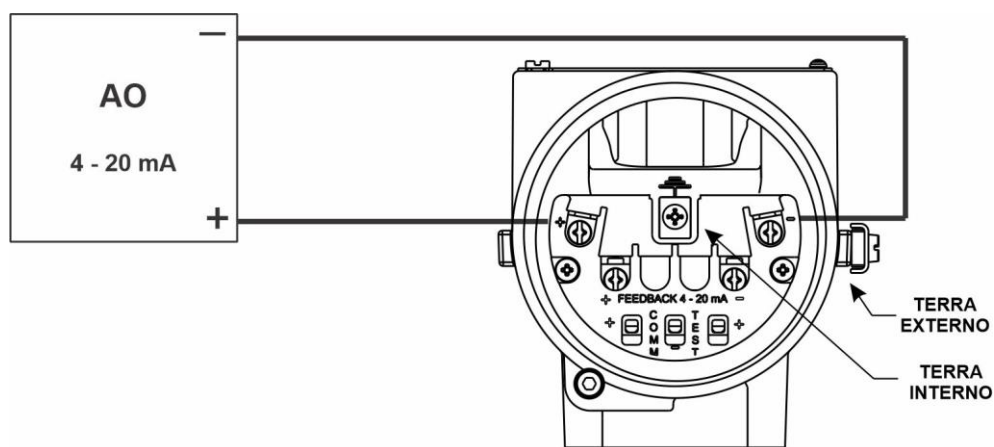

Figura 1.22 – Conexões da malha – sinal de saída 4-20 mA do PLC para o posicionador
2. Conecte o fio positivo ao terminal de parafuso (+) e o fio negativo ao terminal de parafuso (–), conforme mostrado na Figura 1.22.